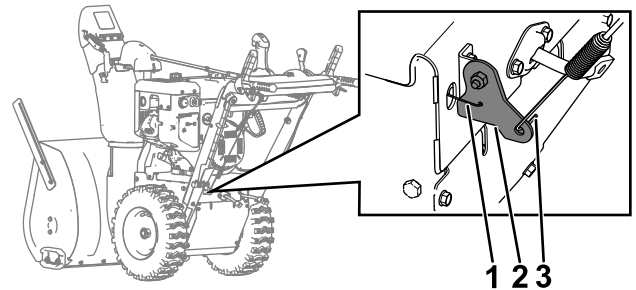

**Figur 4**
5. Montera den nya hjuldrivningsplattan på friktionshjulsplattan med den tidigare borttagna skruven (Figur 4).